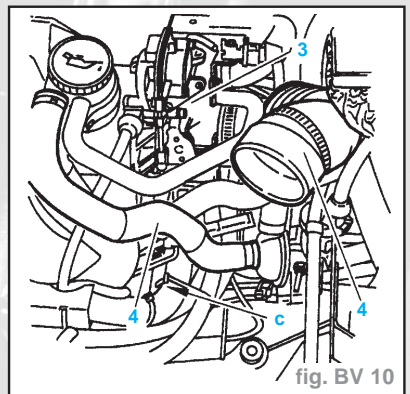

fig. BV 10
- Poser les écrous (7), serrer à **2,2 daN.m**
- Poser (fig. BV. 10) :
- les manchons (4)
- le boîtier porte-papillon (3)